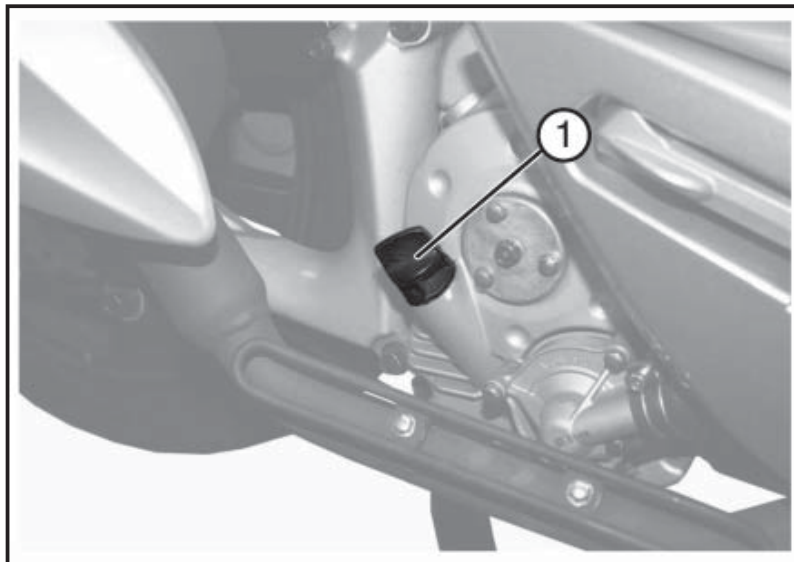

Fig. 02
- Controle que la cantidad de aceite alcance el nivel intermedio entre **MIN** y **MAX** (Fig. 02).